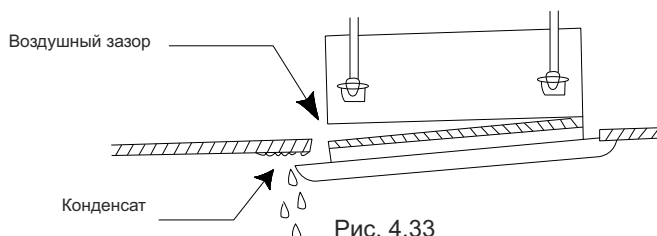

Рис. 4.33
(2). Некорректное закручивание винтов и перекус панели может привести к неисправностям (см. Рисунок 4.33):